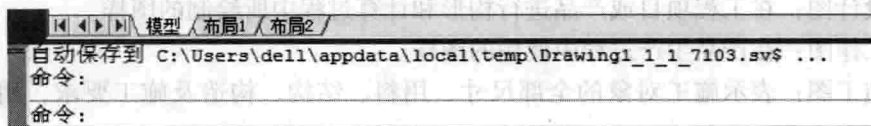

图 1-21 AutoCAD 2011 的状态栏
(6) 绘图窗口 绘图窗口是 AutoCAD 中显示、绘制图形的主要场所。在 AutoCAD 中创建新图形文件或打开已有的图形文件时，都会产生相应的绘图窗口来显示和编辑其内容。由于从 AutoCAD 2000 版开始支持多文档，因此在 AutoCAD 中可以有多个图形窗口。由于在绘图窗口中往往只能看到图形的局部内容，因此绘图窗口中都包括有垂直滚动条和水平滚动条，用来改变观察位置。此外，绘图窗口的下部还包括有一个模型选项卡和多个布局选项卡，分别用于显示图形的模型空间和图纸空间。
(7) 模型选项卡和布局选项卡 绘图区的底部有“模型”“布局1”“布局2”3个选项卡，如图 1-21 所示。它们用来控制绘图工作是在模型空间还是在图纸空间进行。AutoCAD 2011 的默认状态是在模型空间，一般的绘图工作是在模型空间进行。单击“布局1”或“布局2”选项卡可进入图纸空间，图纸空间主要完成打印输出图形的最终布局。若进入了图纸空间，单击“模型”选项卡即可返回模型空间。如果将光标指向任意一个选项卡单击右键，可以使用弹出的快捷菜单中的新建、删除、重命名、移动或复制布局命令，也可以进行页面设置等操作。
(8) 命令行 用户可在命令行通过键盘直接输入各种命令。命令行一般显示 3 行，如图 1-21 所示。通过按 <F2> 键，可以调出文本窗口，显示 AutoCAD 命令的提示和有关信息，并可查阅和复制命令的历史记录。
(9) ViewCube 导航工具 绘图区右上角的图标是 ViewCube 导航工具，它用于在二维模型空间或三维视觉样式中处理图形时的显示。使用时，可以在标准视图和等轴测视图间进行切换。需要显示或隐藏此图标时，可以执行“Options”命令，然后按 <Enter> 键；或执行“选项”对话框→“三维建模”选项卡→显示“ViewCube”复选框。